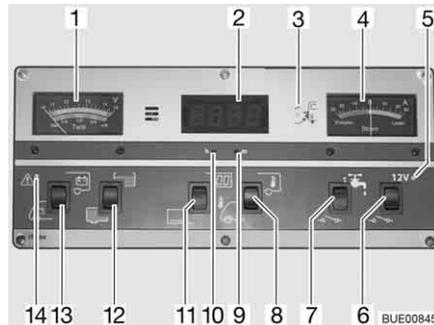

Fig. 130 Pannello di controllo IT 994
Per l'indicatore volt/serbatoio (Fig. 130,1) leggere la scala superiore. L'indicatore si illumina automaticamente appena viene premuto un interruttore.
- Premere l'interruttore a bilico (Fig. 130,13) in basso: Viene indicata la tensione della batteria di avviamento.
- Premere l'interruttore a bilico (Fig. 130,13) in alto: Viene indicata la tensione della batteria dell'abitacolo.
Per l'indicatore volt/serbatoio (Fig. 130,1) leggere la scala inferiore. L'indicatore si illumina automaticamente appena viene premuto un interruttore.
- Premere l'interruttore a bilico (Fig. 130,12) in alto: Viene indicato il livello del serbatoio dell'acqua.
- Premere l'interruttore a bilico (Fig. 130,12) in basso: Viene indicato il livello del serbatoio delle acque grigie.
La spia luminosa rossa ALARM (Fig. 130,14) inizia a lampeggiare non appena la tensione della batteria dell'abitacolo scende al di sotto di 11 V (misurazione durante il normale esercizio) con conseguente rischio che la batteria si scarichi troppo.
- Premere l'interruttore a bilico (Fig. 130,11) in alto: L'indicatore dell'orologio digitale si accende. L'indicatore per la temperatura è pronto al funzionamento.
- Premere l'interruttore a bilico (Fig. 130,11) in basso: L'indicatore dell'orologio digitale e l'indicatore di temperatura sono spenti.
- Premere con un oggetto sottile, p. es. con la punta di una matita, nell'apertura per l'indicazione delle ore (Fig. 130,10) finché non viene visualizzato il numero dell'ora desiderata.
- Premere con un oggetto sottile, p. es. con la punta di una matita, nell'apertura per l'indicazione dei minuti (Fig. 130,9) finché non viene visualizzato il numero dei minuti desiderato.
- Premere l'interruttore a bilico (Fig. 130,8) in alto: Viene indicata la temperatura interna.
- Premere l'interruttore a bilico (Fig. 130,8) in basso: Viene indicata la temperatura esterna.
Sullo strumento indicatore di corrente (Fig. 130,4) appare in permanenza la corrente attualmente erogata dalla batteria. L'indicatore si illumina automaticamente appena viene premuto un interruttore.
L'interruttore principale a 12 V (Fig. 130,6) inserisce o disinserisce il pannello di controllo e l'alimentazione a 12 V dell'abitacolo.
Accensione: ■ Premere l'interruttore a bilico (Fig. 130,6) in alto: L'alimentazione a 12 V dell'abitacolo è inserita. La spia di controllo (Fig. 130,5) diventa verde.
Spegnimento: ■ Premere l'interruttore a bilico (Fig. 130,6) in basso: L'alimentazione a 12 V dell'abitacolo è disinserita. La spia di controllo (Fig. 130,5) si spegne.
La spia di controllo a 12 V (Fig. 130,5) si accende non appena l'interruttore principale a 12 V (Fig. 130,6) viene inserito.
La spia gialla di controllo a 230 V (Fig. 130,3) si accende quando all'ingresso della centralina elettrica è presente una tensione di rete.
Accensione: ■ Premere l'interruttore a bilico (Fig. 130,7) in alto: L'alimentazione idrica è accesa.
Spegnimento: ■ Premere l'interruttore a bilico (Fig. 130,7) in basso: L'alimentazione idrica è spenta.